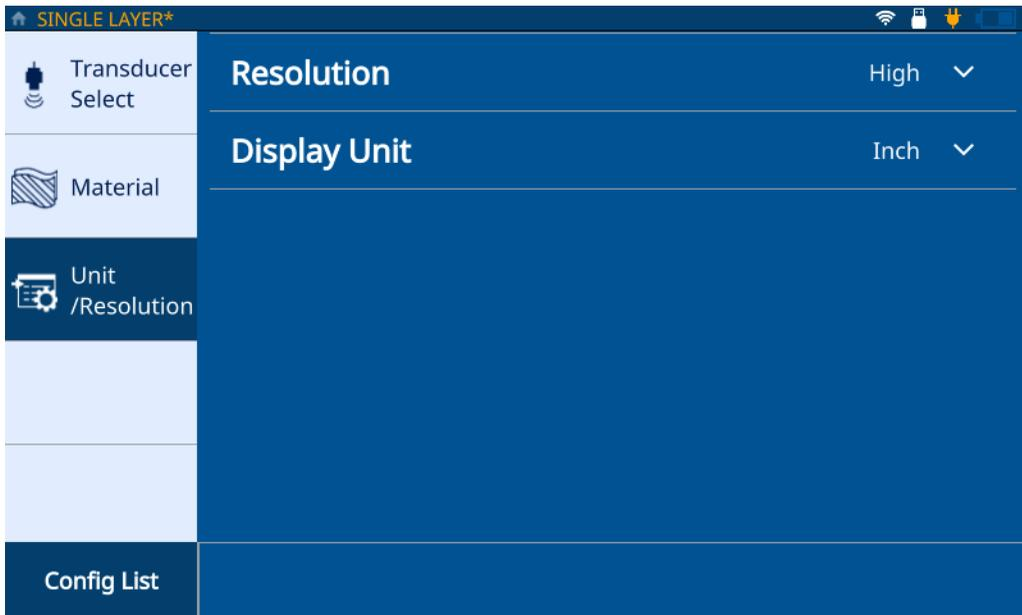

Abbildung 2-4 Unit/Resolution Registerkarte
10. Wählen Sie die **Unit/Resolution** Registerkarte (siehe Abbildung 2-4 auf Seite 18).
14. Wiederholen Sie die Schritte 12 und 13 bis alle Schichten (maximal 6 Schichten) definiert sind, und wählen Sie dann die **Unit/Resolution** Registerkarte (siehe Abbildung 2-4 auf Seite 18).
12. Wählen Sie die **Unit/Resolution** Registerkarte (siehe Abbildung 2-4 auf Seite 18).